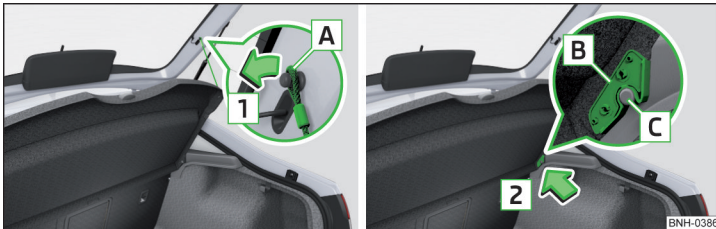

Abb. 85 Gepäckraumabdeckung herausnehmen
Sind die Haltebänder **A** » Abb. 85 an der Gepäckraumklappe eingehängt, dann wird beim Öffnen der Klappe die Gepäckraumabdeckung (nachstehend nur als Abdeckung) mit angehoben.
- › Auf den beiden Seiten der Gepäckraumklappe die Haltebänder **A** in Pfeilrichtung **1** aushängen » Abb. 85.
- › Die Aufnahmen **B** an der Abdeckung über die Bolzen **C** an der Seitenverkleidung stellen » Abb. 85.
- Die Aufnahmen **B** an der Abdeckung müssen vollständig an den Bolzen **C** an der Seitenverkleidung anliegen » Abb. 85.